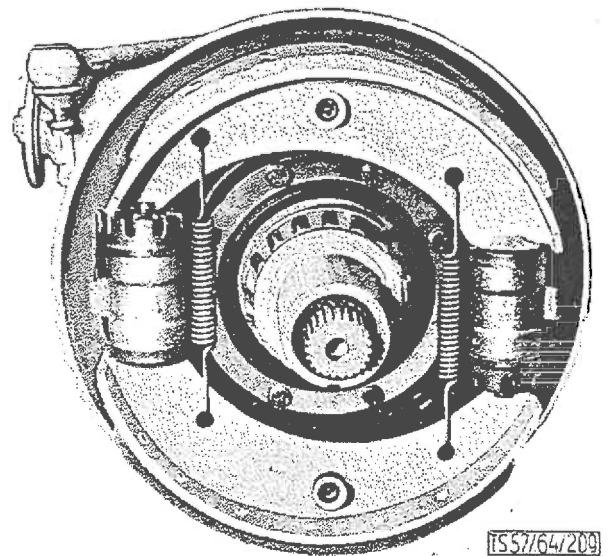

BILD 19: Lage der rechten Bremsbacken
6. Bremsbacken gemäß Bild 19 einsetzen und Rückzugfeder sowie Bremsbackenhalterung einhängen.